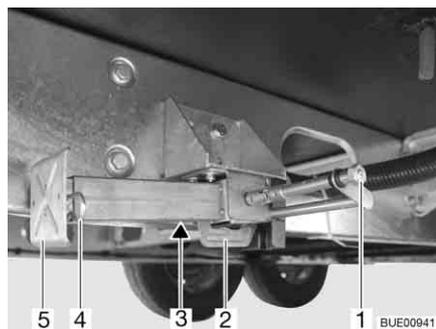

Bild 25 Hubstütze
- Am Sechskant (Bild 25,1) den Steckschlüssel aufstecken und drehen, bis die Hubstütze senkrecht nach unten steht.
- Wenn die Länge der Hubstütze verstellbar ist, den Splint (Bild 25,4) aus der Stützfußverlängerung (Bild 25,5) herausziehen.
- Am Sechskant (Bild 25,1) den Steckschlüssel aufstecken und drehen, bis die Hubstütze wieder vom Boden frei ist.
- Stützfußverlängerung (Bild 25,5) ganz einschieben und Splint (Bild 25,4) in die vorgesehene Bohrung an der Stützfußverlängerung stecken.
- Am Sechskant (Bild 25,1) drehen, bis die Hubstütze nach oben geschwenkt ist und die Führung (Bild 25,2) ganz am Ende des Schlitzes (Bild 25,3) ansteht.